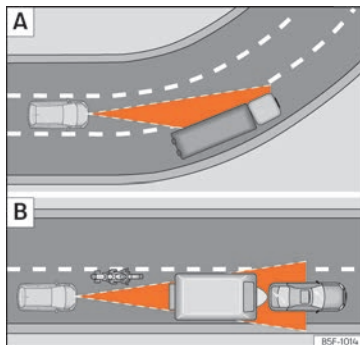

Abb. 161 [A] Fahrzeug in einer Kurve. [B] Vorausfahrender Motorradfahrer außerhalb des Erfassungsbereichs des Radarsensors.
Es ist möglich, dass die ACC das vorausfahrende Fahrzeug in der Kurve nicht erkennt oder die Entfernung mit Fahrzeugen, die sich auf anderen Fahrspuren befinden, einstellt »» **Abb. 161** .
- »» **Abb. 161**